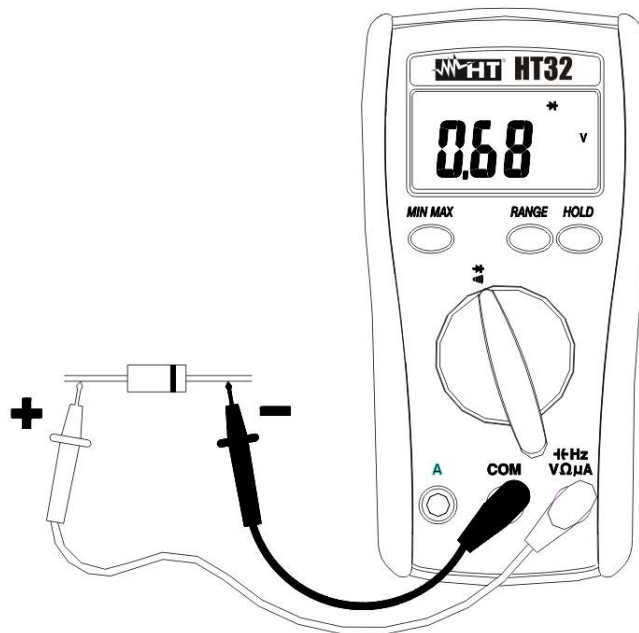

Abb.6: Diodentest
2. Verbinden Sie die Messleitungen wie folgt, die rote in die  $\rightarrow \text{HzV}\Omega\mu\text{A}$  Buchse und die schwarze in die **COM** Buchse (Abb. 6).